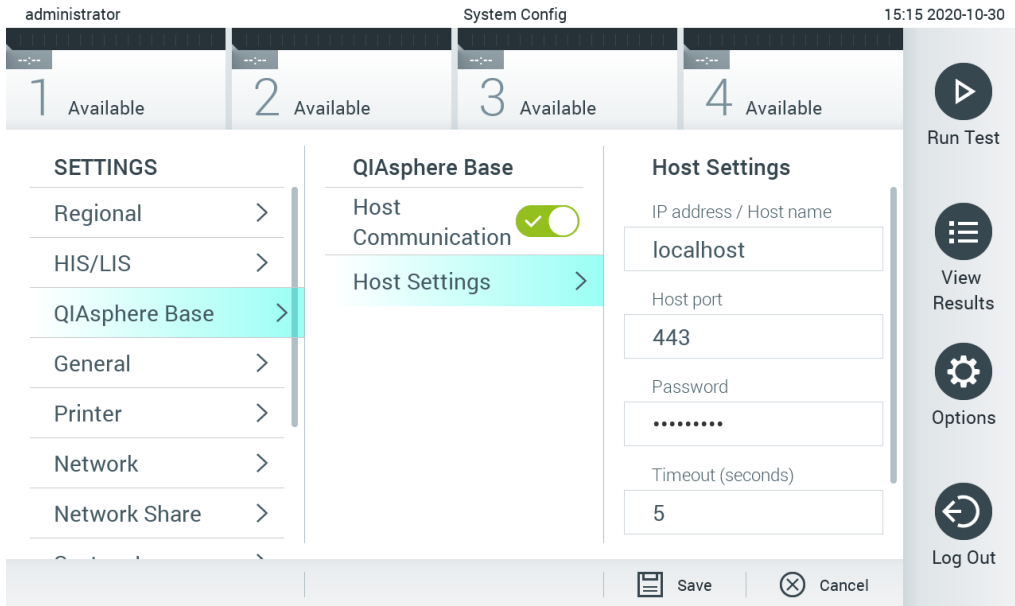

图 66.配置 QIAsphere Base 连接
2. 从左侧列中的设置列表中选择 QIASphere Base (下一页图 66)。